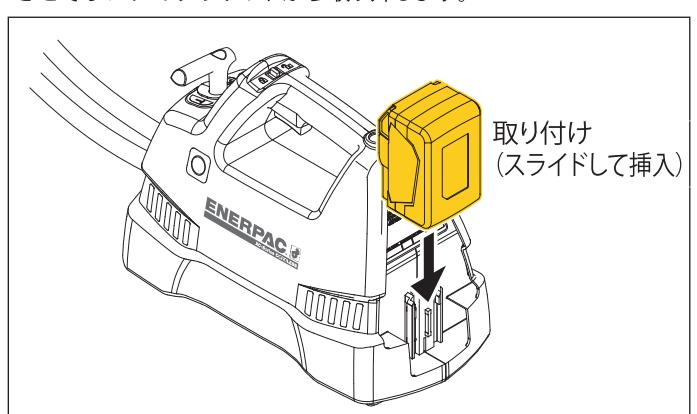

図7:バッテリーパックの取り付け
- バッテリーパックをポンプに取り付けるには：パックをポンプ背面のブラケットにスライドさせて挿入します。所定の位置にカチッとはまったことを確認してください。図7を参照してください。